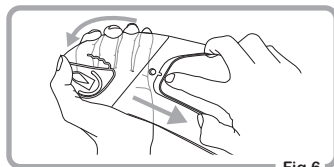

Fig.6
- ④ Skræl beskyttelseshinden af Pinlock® Original Insert Lens.
- ① Tag skærmen af hjelmen.
- ② Fjern Pinlock® Original Insert Lens fra påsætningsstifterne ved at bøje skærmen. (Fig. 6)